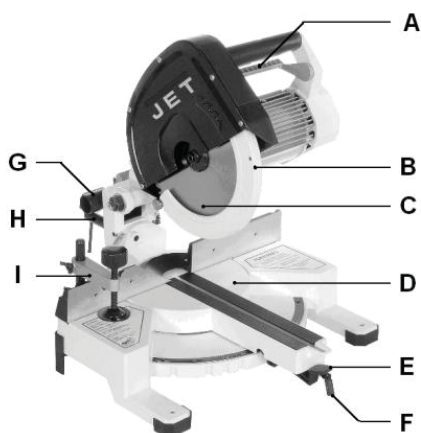

Рис. 1
- Во время распила заготовка должна быть закреплена при помощи прижима (I, Рис. 1) закреплена.
- Освободите защитное ограждение при помощи предохранительного рычага (A, Рис. 1).
- Рукоятка (Н, Рис. 1) на обратной стороне станка должна быть полностью ослаблена.